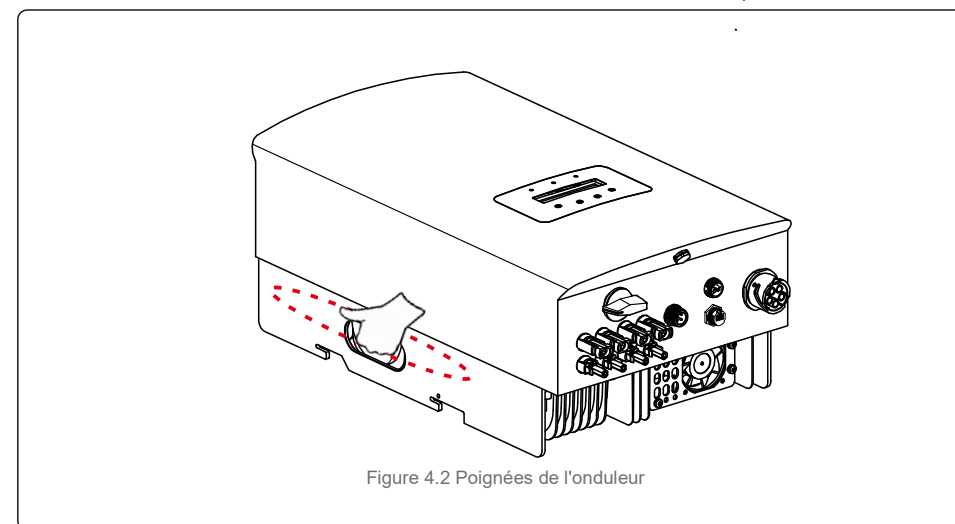

Figure 4.2 Poignées de l'onduleur
2. Ouvrez le carton. En vous faisant aider d'une autre personne, manipulez les deux côtés de l'onduleur au niveau de la zone indiquée en pointillé (voir la figure 4.2).